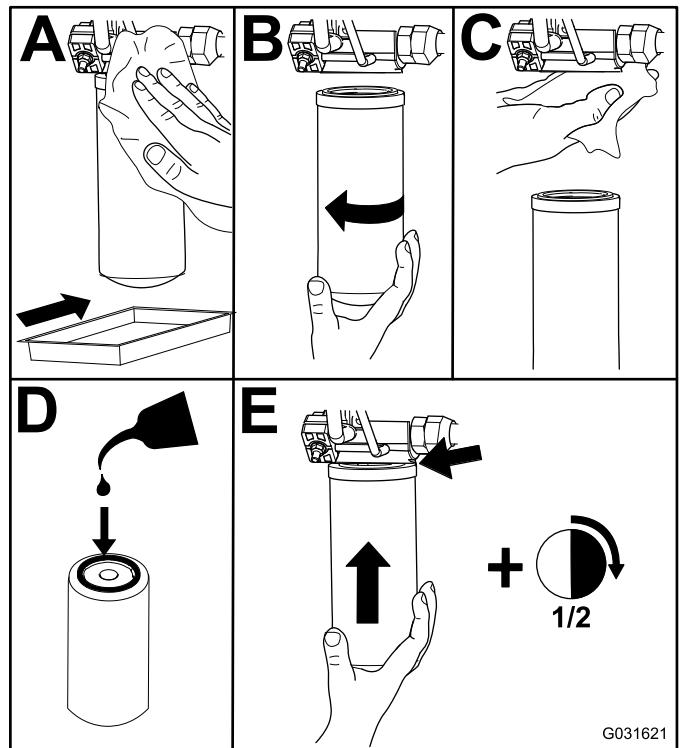

Figura 118
- Substitua os filtros hidráulicos (Figura 118).